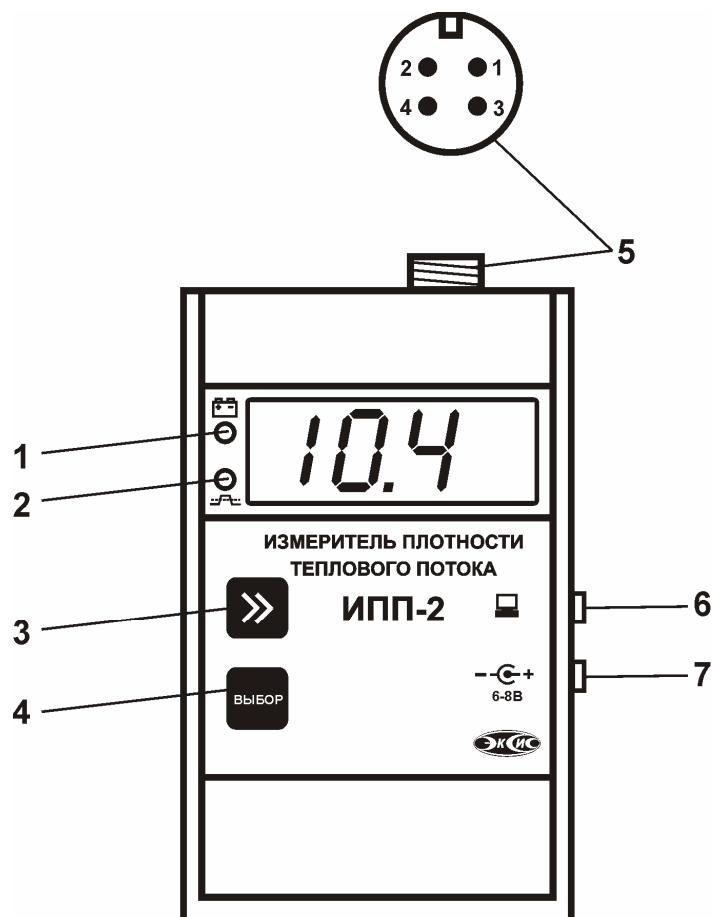

Рисунок 7 Внешний вид прибора
2.4.7.6 **Светодиодная индикация в режиме “РАБОТА”.** Светодиод позиции 1 (рисунок 7) индицирует состояние аккумуляторной батареи. В режиме заряда при подключенном сетевом адаптере светодиод горит постоянно до состояния 100% зарядки, затем гаснет. В режиме работы с
отключенным сетевым адаптером светодиод погашен, если батарея заряжена более чем на 10% и мигает в противном случае. Светодиод позиции 2 (рисунок 7) миганием индицирует нарушение порогов. В режиме “*SLEEP*” мигает точка в четвертом разряде семисегментного индикатора.
2.4.7.3 Данный режим позволяет настроить два порога, имеющиеся в приборе. Пороги – это верхняя или нижняя границы допустимого изменения соответствующей величины. При превышении измеряемого верхнего порогового значения или снижении ниже нижнего порогового значения прибор обнаруживает это событие и на индикаторе загорается светодиод позиции 2 (рисунок 7). При соответствующей настройке прибора нарушение порогов сопровождается звуковым сигналом.